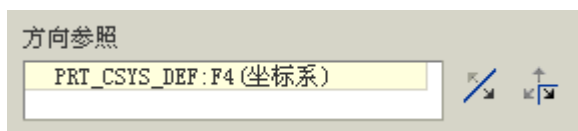

图 3-196
- I 选项: 单击该按钮, 显示如图 3-196 所示的面板, 在该栏中设置移动方向参照。